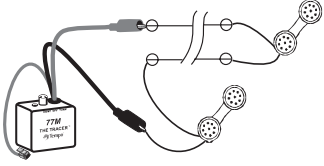

Abb. 2
1. Connect the test leads across a handset, or headset and the line (See Figure 2).
1. Branchez les fils de test aux deux côtés d'un combiné ou d'un casque d'écoute et de la ligne (voir figure 2).
1. Die Messleitungen über ein Handtelefon oder über den Kopfhörer und die Leitung anschließen (siehe Abb. 2).